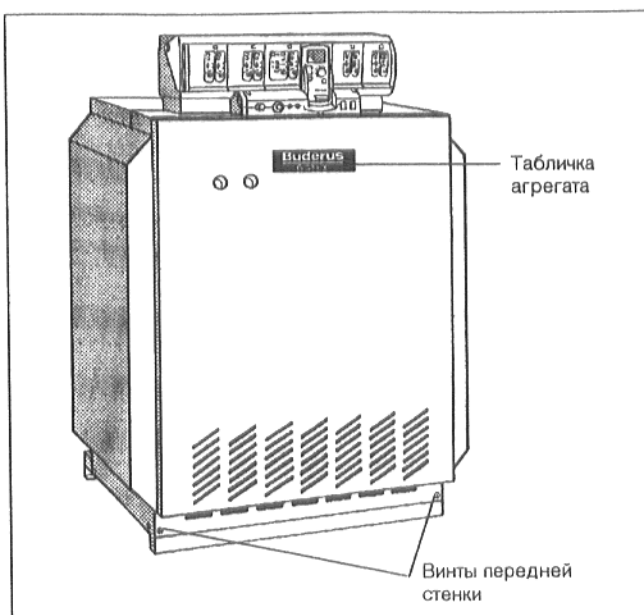

Рис. 35: G334 XZ
- Вставить сверху переднюю стенку котла, закрыть ее и ввернуть предохранительные винты снизу в переднюю стенку котла (Рис. 35).
- Установить на переднюю стенку котла табличку агрегата (Рис. 35).